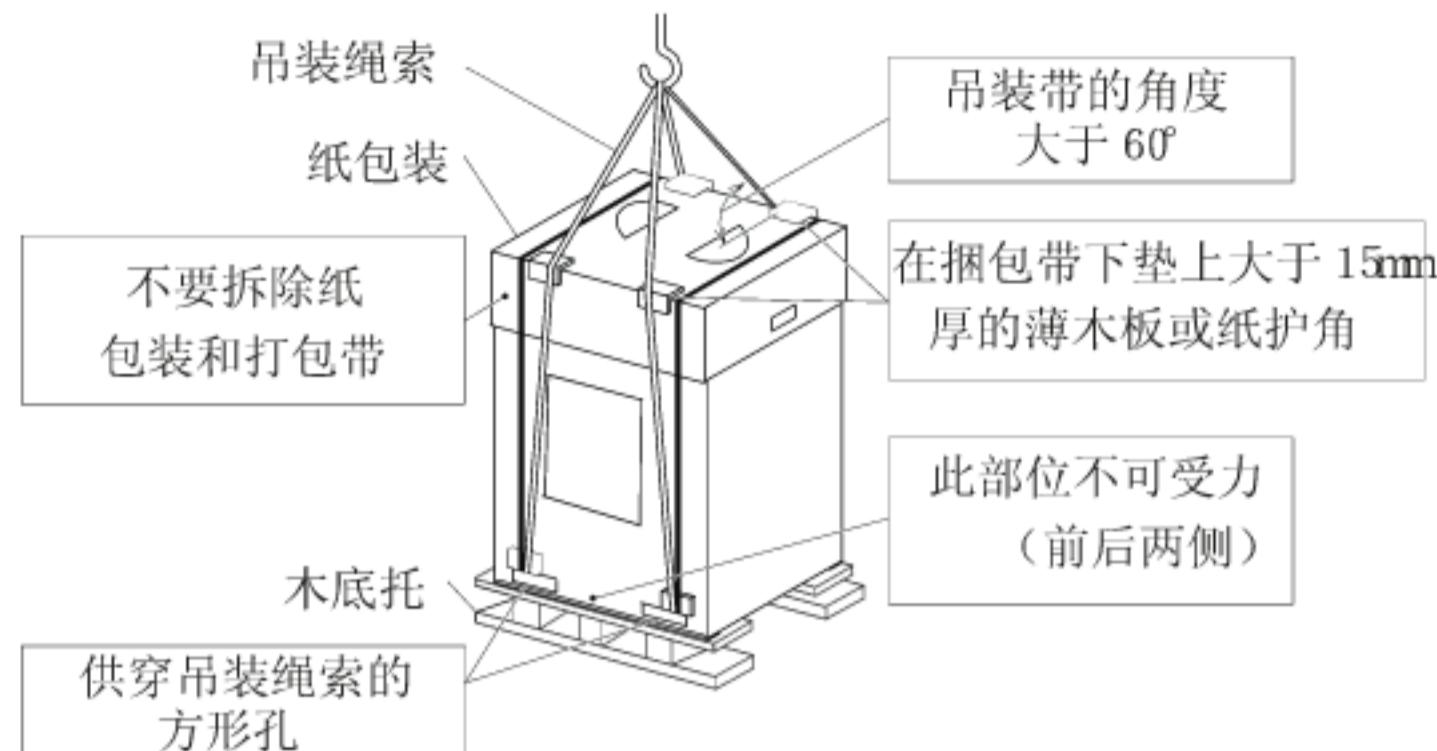

图 4-1 吊装指示图
(1) 严禁拆除任何包装填充材料。
(2) 如图 4-1 所显示，在用 2 根钢丝绳的捆包的情况下吊装机器。